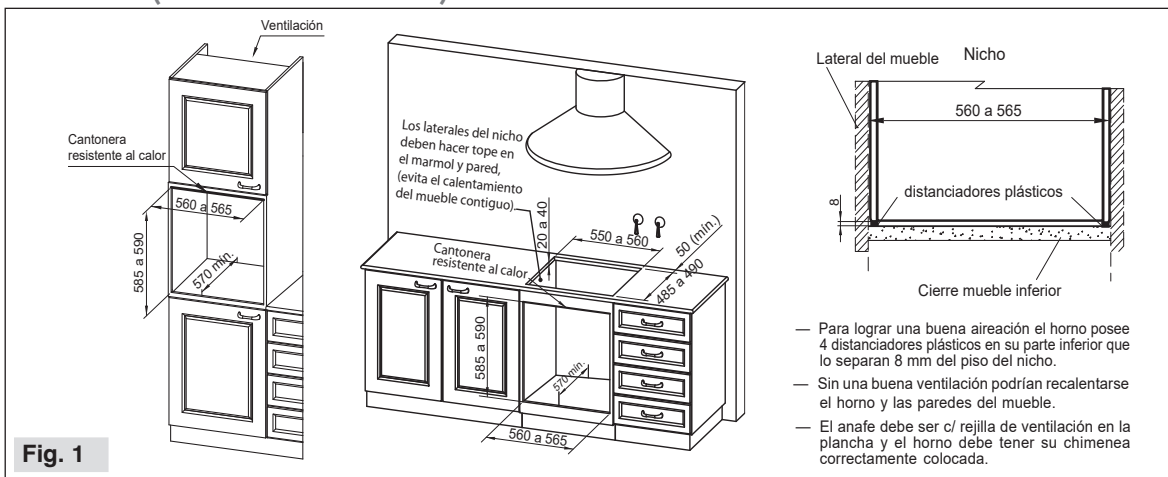

Fig. 1
- Para garantizar el buen funcionamiento del horno, el compartimiento debe tener las dimensiones indicadas. Los materiales y recubrimientos deben ser resistentes a temperaturas de hasta 90°, ya sea sobre o bajo mesada (Fig. 1).
- Se recomienda que el canto superior del frente del nicho sea metálico. Se debe aislar con lana de vidrio y lámina de aluminio los laterales interiores del nicho. En los hornos a gas es necesario contemplar una adecuada ventilación para la salida de los gases calientes (Fig. 1).